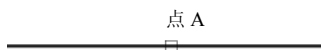

图 2.1.10 绘出水平构造线
Step3. 指定构造线的中点。在命令行 **指定通过点:** 的提示下，在屏幕上的任意位置点——点 A 处单击，系统便在绘图区中绘出通过该点的水平构造线，如图 2.1.10 所示。